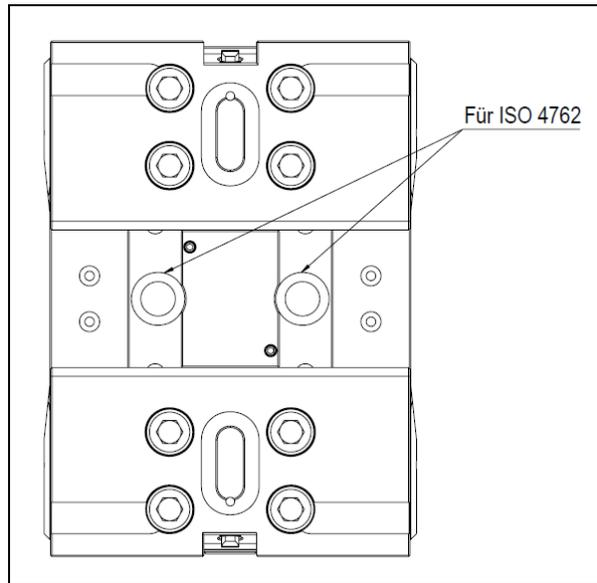

Abb. 18 Darstellung der Befestigung über innenliegende Befestigung (Vario Compact 125 C)
- Der Zentrumspanner kann nach belieben an verschiedenen Aufnahmen montiert werden. Hierzu mindestens zwei Passstifte $\varnothing 12$ H7 einsetzen und mit zwei Befestigungsschrauben M10 12.9 (ISO 4762) den Zentrumspanner befestigen. Anzugsdrehmoment: 70Nm. (Abb. 18)